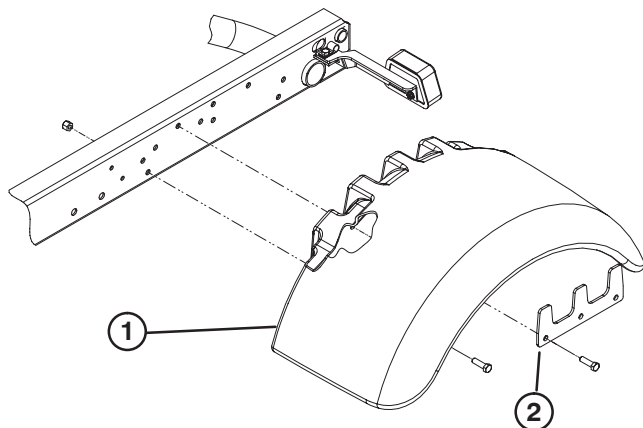

Figura 2
4. Fixe, sem apertar, um guarda-lamas a cada um dos lados do chassis com uma placa de suporte, parafusos (5) de 3/8 x 1-1/4 polegadas e uma porca de bloqueio tal como se exemplifica na figura 2.